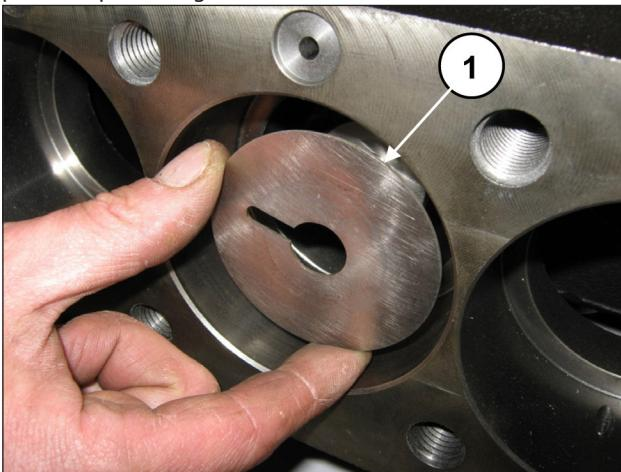

Fig. 155
Extraer los protectores contra salpicaduras de las guías de pistones (pos. ①, Fig. 155).